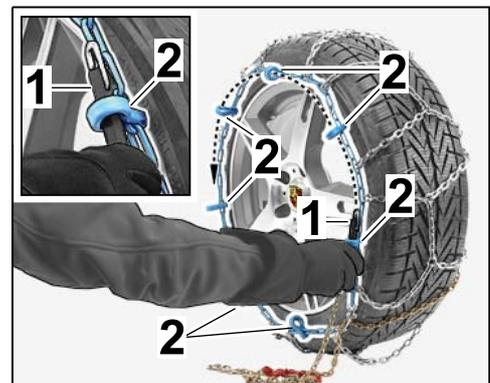

Figura 10
2.3.2 Pasar la goma de tensar con el gancho a través de la armella de plástico (⇒ *Figura 10*).
2.3.3 Pasar el resto de la cadena tensora en redondo (⇒ *Figura 10-flecha-*) por encima de todo el perímetro de la rueda y a través de las demás armellas de plástico.